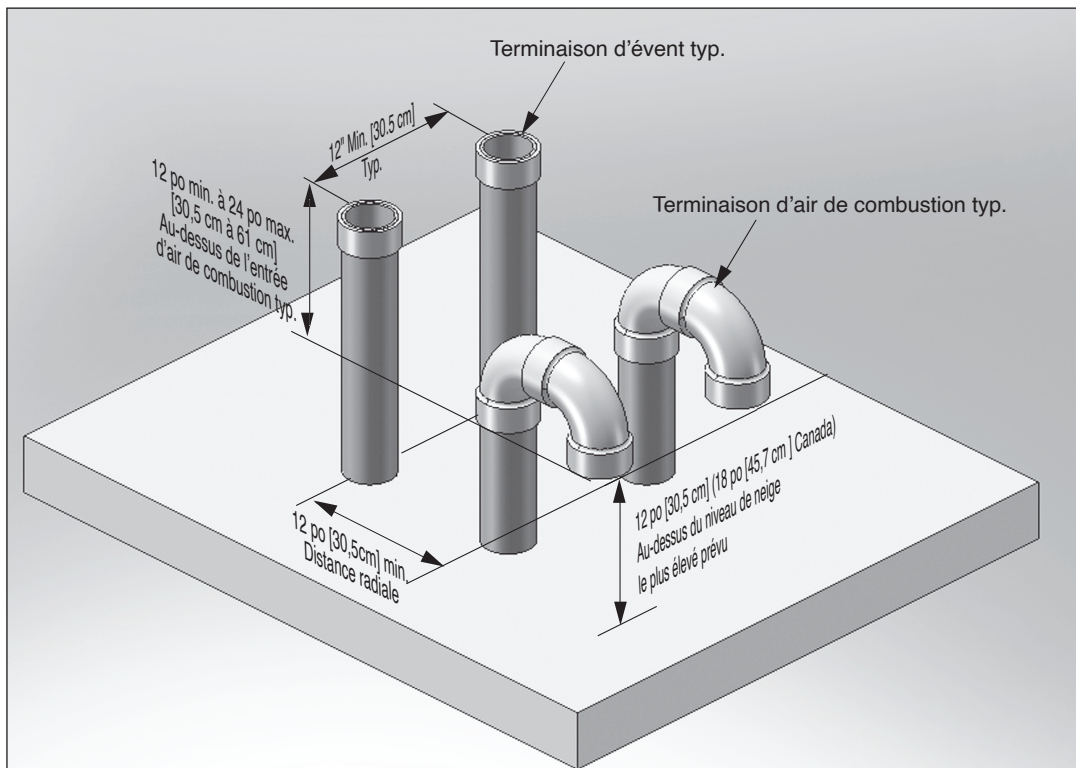

Fig. 5 - Ventilation directe - Terminaison verticale de plusieurs chaudières INSTINCT
2. La pénétration du toit par la tuyauterie d'air de combustion et de ventilation doit être telle que l'entrée d'air de combustion soit à un minimum de 12 po [30,5 cm] du tuyau de ventilation adjacent de l'autre chaudière, pour les installations aux É.-U., comme illustré à la Fig. 5 en page 14. Pour les installations au Canada, fournissez les dégagements exigés par la norme CAN/CSA B149.1.